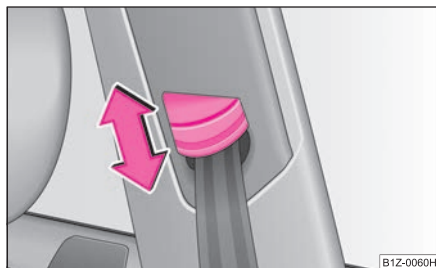

Fig. 162 Asiento delantero: ajuste de la altura del cinturón
- Desplace el herraje de inversión en el sentido deseado, hacia arriba o hacia abajo ⇒ fig. 162.